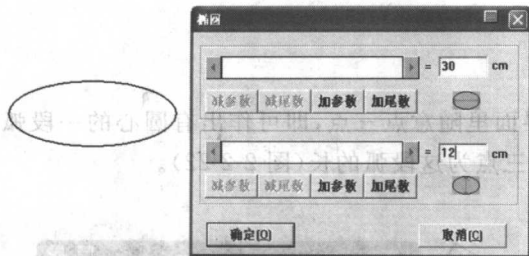

图 2-2-25
⑤  椭圆:选择该工具后,在操作界面里随意拉出一椭圆框,再在弹出的对话框中输入椭圆的宽度和高度以及点击确定后即可(图 2-2-25)。